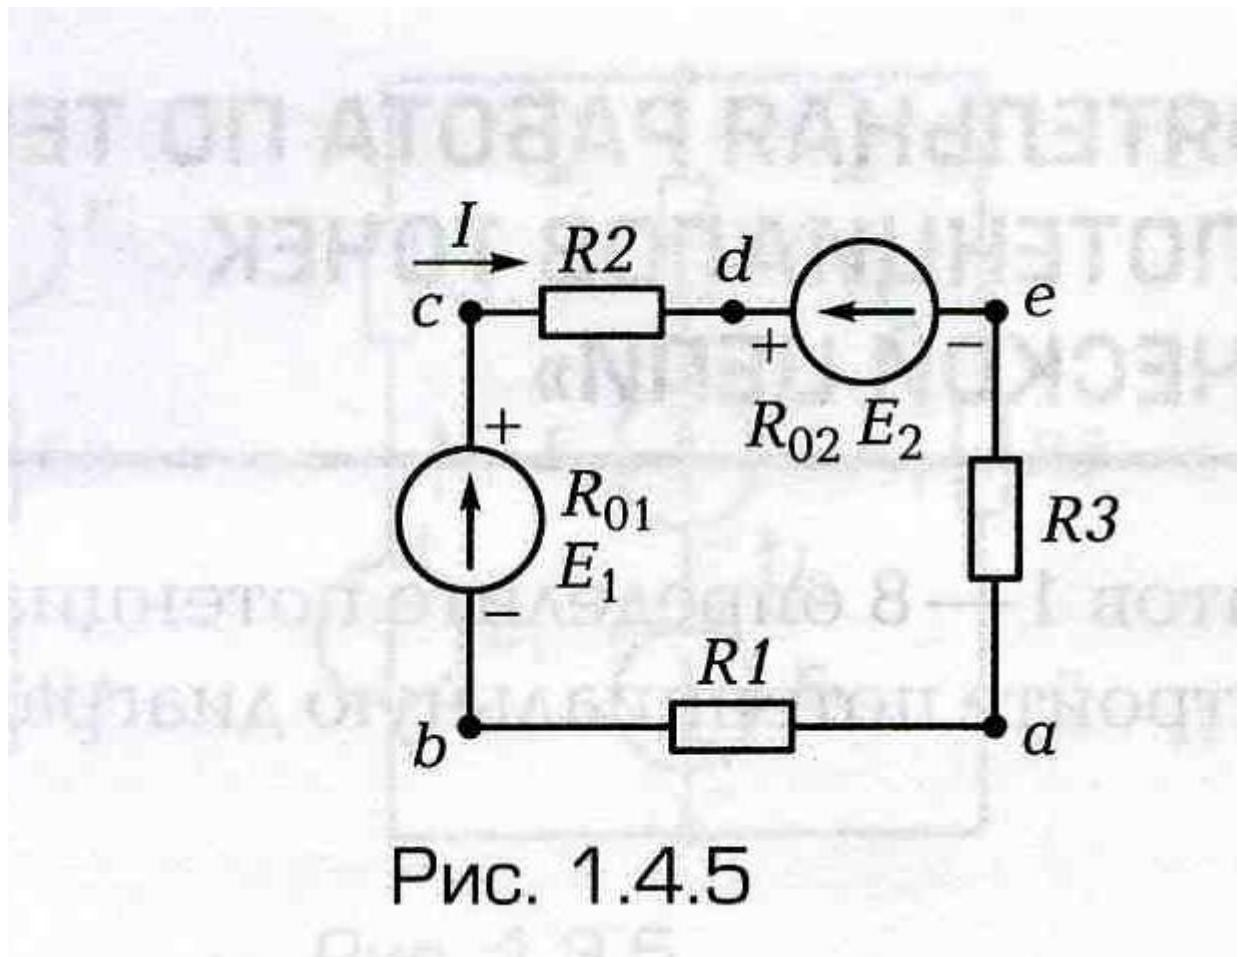

Рис. 1.4.5
Дано: схема (рис. 1.4.5); $\varphi_a = 0$ (B); $E_1 = 30$ В; $E_2 = 15$ В; $R_1 = 1,5$ Ом;